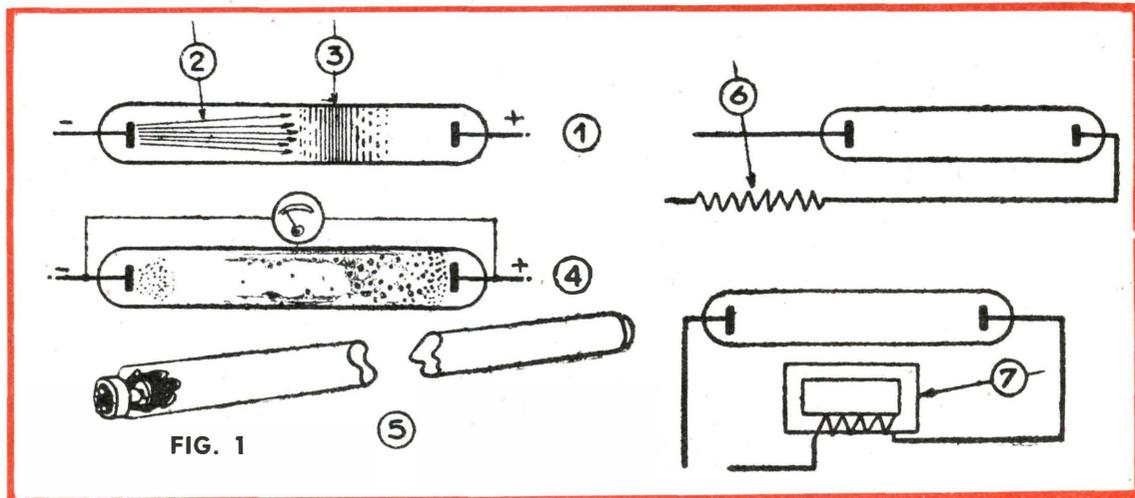
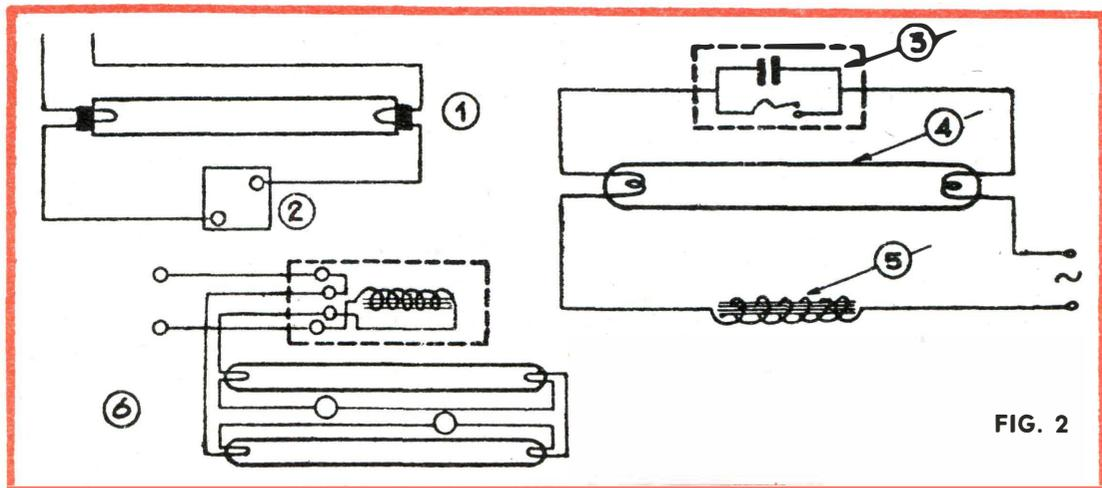

FIG. 1
FIG. 2
**P**er i nostri fedeli lettori appassionati della tornitura del legno, noi abbiamo ideato due modelli di applique murali d'illuminazione. Questi due modelli sono di stili diversi. Il primo (fig. 1, tavola 1) è del tipo classico essendo di linea sobria. Anzitutto riprodurre a grandezza naturale i diversi profili dei pezzi torniti, profili rappresentati sugli schemi quadrettati ad 1 cm., figura 2. Preparare i pezzi secondo le dimensioni indicate qui sotto (quantità per due applique):
Tornire il pezzo principale lasciando un'eccedenza alle estremità, come vedesi in figura 3. Eccedenza che verrà tolta con utensili a mano. Il pezzo terminato sarà segato longitudinalmente in due parti uguali, essendo soltanto una metà del pezzo usata come applique. Dividere la parte cilindrica centrale in otto parti uguali e formare con la sgorbia le 8 scanalature (4 e 3 fig. 2).
Praticare due fori di 20 mm, per gli steli, fori che verranno diretti verso il centro del pezzo (tratti d'asse 3 fig. 2).
Il nostro secondo modello (fig. 1, tavola 2) di moderna concezione e di linea semplice verrà eseguito in un legno essenzialmente pregiato, noce, mogano ecc.. Come per il primo modello, cominciare anzitutto col riprodurre a grandezza naturale i diversi profili rappresentati alla figura 2 dello schema quadrettato ad 1 cm. Preparare i pezzi secondo le
Scavare nella parte posteriore dell'applique un incavo di 40 mm. di raggio su 10 mm. di profondità prolungandosi per mezzo di un foro di 20 mm. per lo stelo di collegamento (vedi sezione fig. 2) (2, figura 4). Come per l'applique precedente scavare nella parte superiore una femmina d'incastro (1, fig. 2 e 4) di mm. 40 x 5 x 5 ricoperta per metà da una lastra di ottone per l'agganciamento dell'applique. La parte concava centrale verrà ricoperta da un sottile foglio di ottone o di rame lucido (fig. 1 e 10) che verrà mantenuto a posto da due vitine di ottone a testa rotonda. Per il taglio esatto del foglio d'ottone si farà un modellino in carta sottile secondo l'incastro.
Il bocciolo verrà forato lateralmente da un buco di 20 mm, nel quale verrà incollato lo stelo di collegamento (3, fig. 2). L'applique terminata verrà, se possibile, verniciata al tampone. La copertura metallica riceverà, dopo una perfetta pomiciatura, una mano di vernice ad alcool speciale per rame.
verranno fissate o con degli assali nei fori praticati in precedenza, o con un chiodo. Queste ruote saranno eseguite secondo lo stesso principio di quelle della locomotiva. Rimane ancora da fissare, contro ogni paio di ruote, una scatola dell'assale ritagliata in un pezzo di abete come in (9). Notate il sistema di attacco del carro di scorta (10) fissato sotto la piattaforma (4). Il serbatoio (11) è un blocco di legno tagliato. Non dimenticate la provvista di legna da bruciare (fig. 1) (rametti di salice, tagliati corti).
In modo indiretto, si era constatato che la scarica elettrica possedeva ad uguale con- sumo, un altissimo rendimento luminoso. In- fatti, se in un tubo sigillato, nel quale si è precedentemente fatto il vuoto, si produce una scarica tra due elettrodi di polarità di- versa (1, fig. 1), si constata che le particelle
Dato il principio della scarica, sarebbe praticamente impossibile prolungarne gli effetti sotto una alimentazione continua. In conclusione, le lampadine TL non possono essere collegate a tensione continua. Sotto l'effetto della corrente alternata, la colonna luminosa deriverà durante un 1/2 periodo da uno degli elettrodi e durante l'altro 1/2 periodo, dall'altro. Ne consegue che la luce ottenuta è nettamente intermittente. Ma se voi collegate direttamente un tubo TL alla rete, esso verrà distrutto rapidamente perché, calcolato per restare sotto un determinato voltaggio, questo diventerebbe troppo elevato per mantenere la scarica. Contrariamente a quanto succede per le lampadine ad incandescenza in cui la corrente cresce quando la tensione aumenta, qui l'intensità aumenta con un abbassamento di tensione. Per questa ragione, è indispensabile inserire sul circuito di alimentazione TL, un elemento stabilizzatore sotto forma di una resistenza (6, fig. 1).
Tale resistenza, montata in serie con il tubo, agisce come un tampone. In pratica, a guisa di resistenza, si utilizza una bobina di self disposta anche essa in serie con il tubo (7, fig. 1). Secondo questo principio, i tubi
Lo starter comune contiene principalmente un piccolo termostato bimetallo (2, fig. 2) ed un piccolo condensatore fisso che gli è diramato in derivazione. L'elemento principale di tale relè bimetallo è contenuto in un tubo sigillato, che racchiude un gas raro. Appena voi chiuderete il circuito d'avviamento, essendo i punti di contatto dei relè spostati, tra di essi si produce una scarica luminosa. Ciò riscalda la lama metallica che si defor-